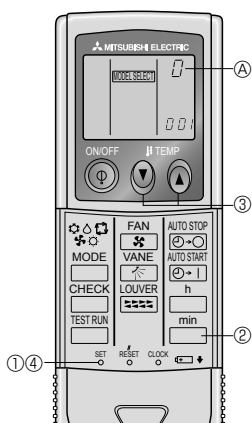

Fig. 6-8
5) Tildeling af en fjernbetjening til hver enhed (Fig. 6-8)